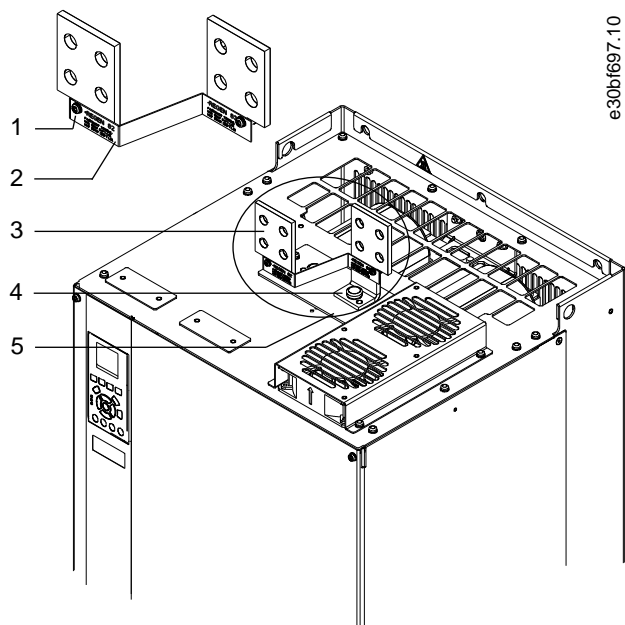

Рисунок 15: Клеммы цепи разделения нагрузки/рекуперации
5. Перед клеммами установите шильдик, как показано в разделе Рисунок 15. Закрутите два винта M4 с усилием затяжки 1,2 Н·м (10 дюйм-фунтов).